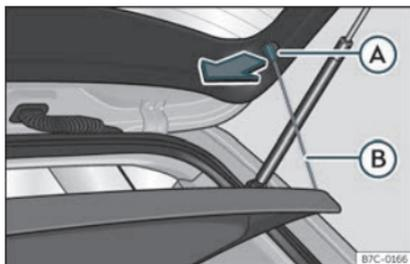

Fig. 109 Dans le coffre à bagages : dépose et repose de la plage arrière.
- Décrochez les tirants de fixation >>> fig. 109 (B) de leurs logements (A).
- Accrochez les tirants de fixation >>> fig. 109 (B) sur le capot de coffre.